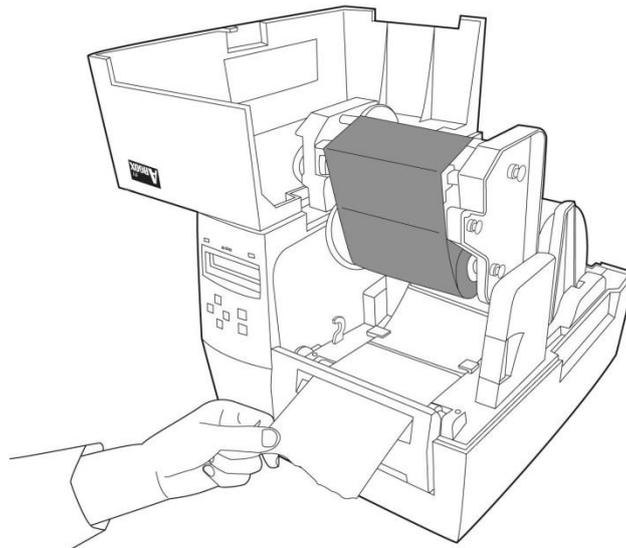

Figura 12
75. Lleve el papel por encima del rodillo. (Figura 12)